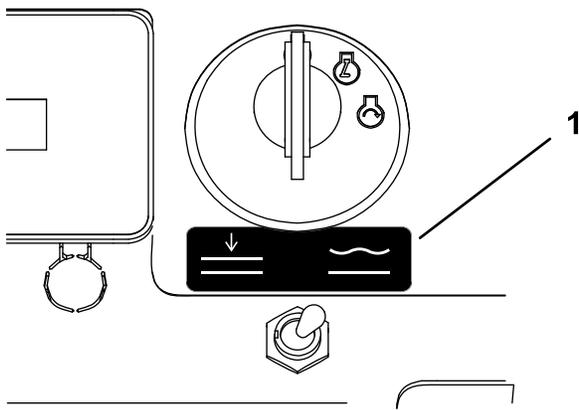

Figura 7
9. Instale la pegatina frente al interruptor (Figura 7).